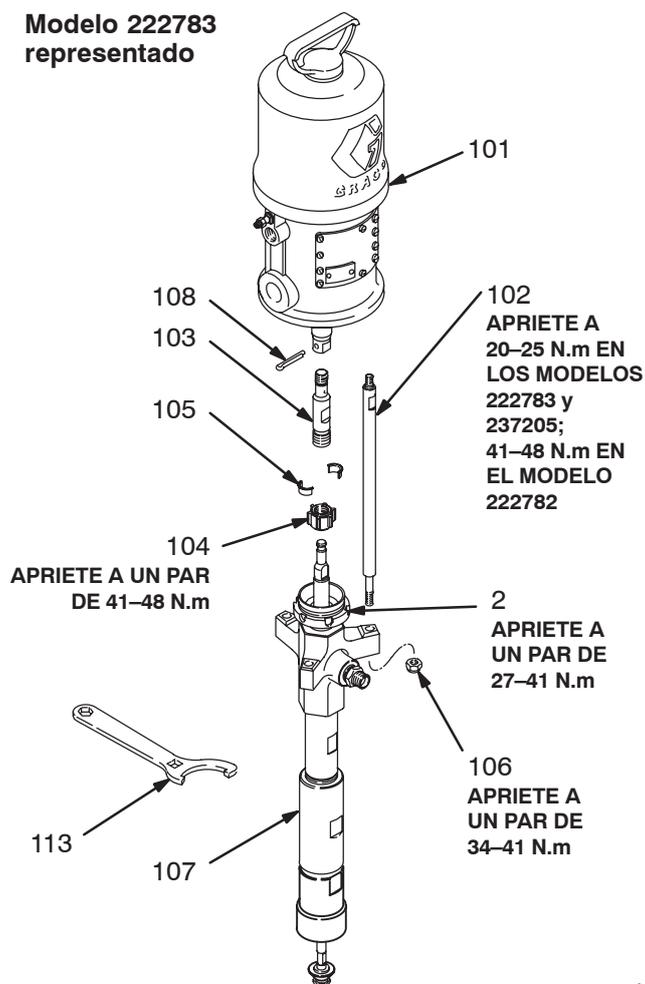

Fig. 3
2. Desconecte la manguera neumática. Sujete el racor de salida de fluido (7) con una llave ajustable para impedir que se afloje mientras desconecta la manguera de fluido. Retire la bomba de su montaje. Anote la posición relativa de la salida de fluido de la bomba con respecto a la entrada de aire del motor neumático.
3. Modelos 222782 y 222783: Utilice una llave ajustable para desenroscar la tuerca de acoplamiento (104) del eje (103). Retire los collares de acoplamiento (105). Tenga cuidado de no perderlos o dejarlos caer. Vea la Fig. 3.
1. Oriente la salida de fluido de la bomba a la entrada de aire del motor neumático, tal como se indica en el paso 2, en la sección **Desconexión de la base de bomba**. Coloque la base de bomba (107) en los tirantes (102). Ver la Fig. 3.
**NOTA:** Si había retirado los tirantes (102) del motor neumático (101) ó la placa adaptadora del motor neumático, vuelva a colocarlos utilizando una llave de 11 mm. Apriete los ejes a un par de 20–25 N.m en los modelos 222783 y 237205, y a un par de 41–48 N.m en el modelo 222782.
2. Enrosque las tuercas (106) en los tirantes (102) y apriételas a un par 34–41 N.m, utilizando la llave de (113) suministrada (o una llave de tubo o de cubo de 17 mm).
3. Modelos 222782 y 222783: Coloque la tuerca de acoplamiento (104) en el eje del pistón, y después coloque los collares de acoplamiento (105) en la tuerca. Enrosque la tuerca de acoplamiento en el eje (103), sin apretarla. Sujete las partes planas del eje con una llave ajustable para impedir que giren. Utilice una llave ajustable para apretar la tuerca a un par de 41–48 N.m.